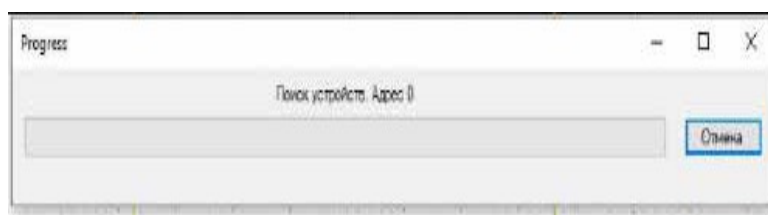

Рисунок 17 - Указатель загрузки информации о приборе при поиске устройств
**ВНИМАНИЕ!** Если после нажатия кнопки подключения на шкале прогресса подключения происходит поиск устройств по адресам, и ответов от прибора при этом нет, то следует проверить подключение прибора к преобразователю интерфейса и наличие электропитания прибора (рисунок 17).